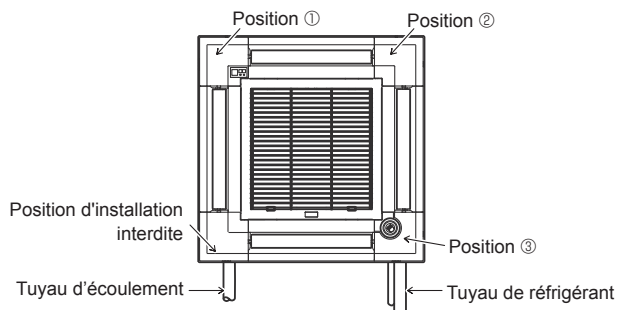

Fig. 9-10
- Le panneau d'angle du i-see Sensor doit être fixé sur la grille ① à l'aide de la vis ③.
- * Si la position du i-see Sensor est passée de la position par défaut (Position ③) à une autre position, changez les réglages de fonction. (Se reporter à la page 10 et à la Fig. 9-10)
- Le panneau d'angle du i-see Sensor ne peut en aucun cas être installé du côté du tuyau d'écoulement de l'appareil principal. (Se reporter à la Fig. 9-10)